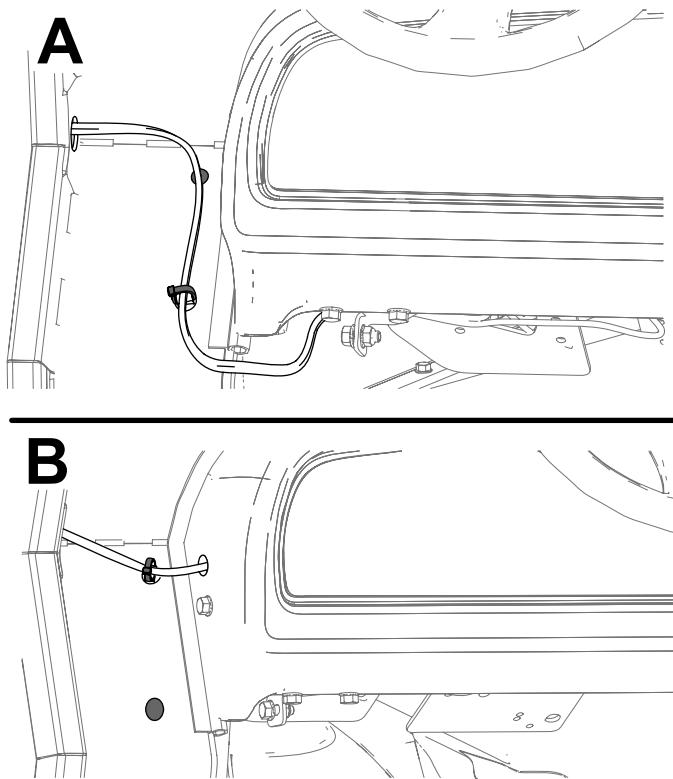

Figura 12
- Enrute el arnés de cables por debajo del panel de control (Figura 12, A). Instale la brida con clip en el orificio inferior del panel lateral y el tapón en el orificio superior.
lateral, e instale el tapón en el orificio inferior (Figura 12, B).